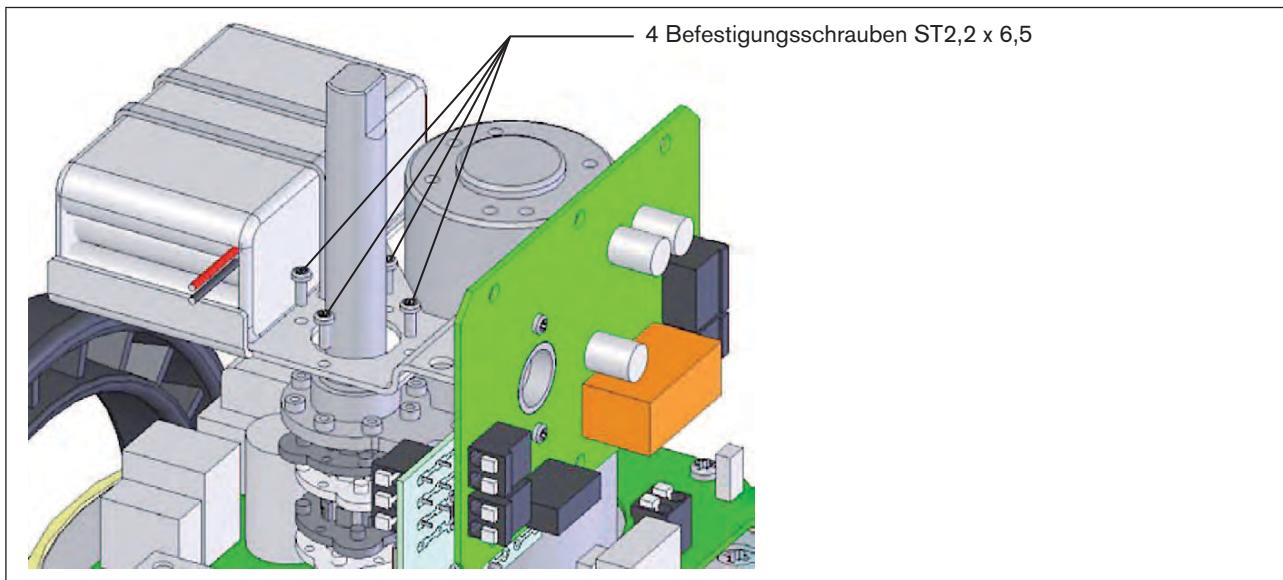

Bild 29: Darstellung: Einbau des Sicherheitsblocks in den Stellantrieb
- Den Sicherheitsblock der Notstromvariante mit 4 Schrauben am Stellantrieb befestigen (siehe „Bild 29“).